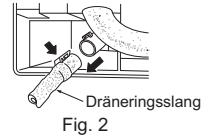

Fig. 2
- 3) Dra ut dräneringsslangen på inomhusehetens bakre vänstra sida. (Fig. 2)